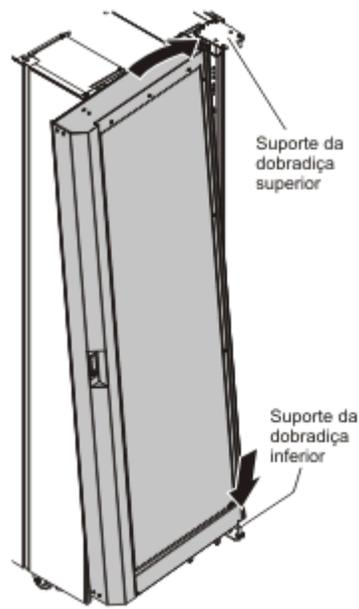

Figura 106. Alinhar o orifício inferior com o espigão da dobradiça
19. Empurre para cima o suporte da dobradiça superior. Alinhe a parte superior do espigão da dobradiça com o orifício no suporte da dobradiça, conforme demonstrado em Figura 106 na página 154.